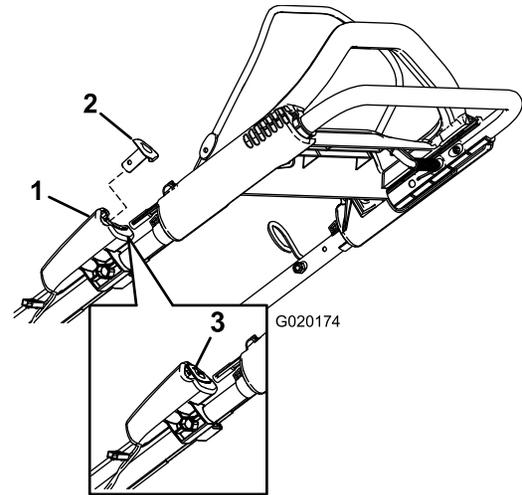
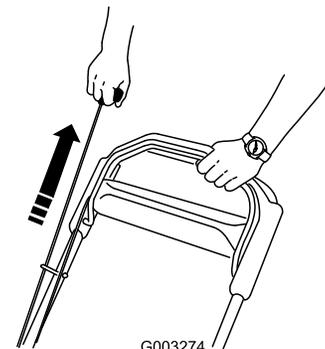

Figura 16
Figura 17
consulte Figura 16 (modelo de arranque eléctrico solamente).
2. Pulse el botón de arranque eléctrico (modelo de arranque eléctrico solamente) (Figura 16) o tire de la cuerda del arrancador de retroceso (Figura 17).